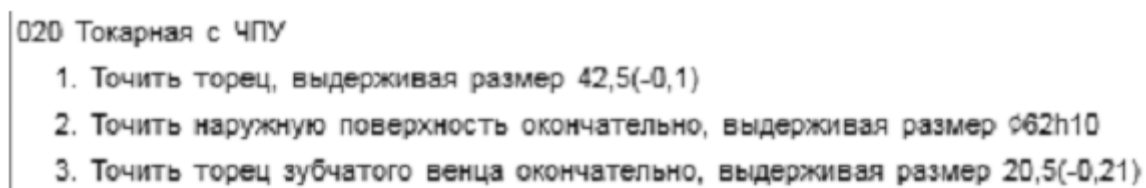

Рисунок 11.
3) Отредактируйте добавленные переходы так, как показано ниже. Слова «зубчатого венца» добавьте вручную. Слово «окончательно» добавьте из словаря. Размеры измените путем редактирования параметров перехода (рис.11).